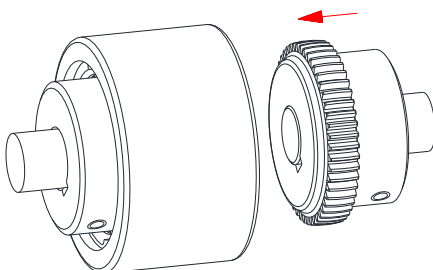

Bild 16
- Verschieben Sie die Aggregate in axialer Richtung bis das E-Maß erreicht ist (siehe Bild 16).